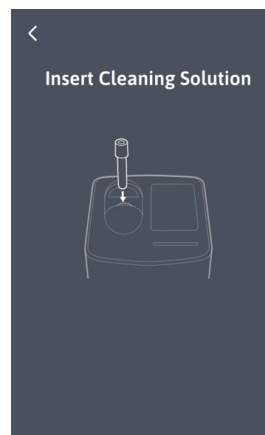

Abbildung 39
2. Wenn Sie auf dem Bildschirm dazu aufgefordert werden (Abbildung 39), setzen Sie entweder das deepCLEAN-Röhrchen oder das manuell vorbereitete Röhrchen mit der 6-7 %igen Natriumhypochloritlösung in die Ladeposition für Proben ein, um den automatisierten Prozess zu starten.